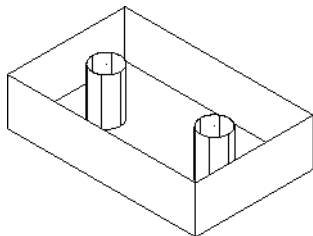

图 7-79 薄片实体加厚实例
- 01 在“文件”工具栏中单击“打开文件”按钮 ，打开如图 7-79 所示的图形。